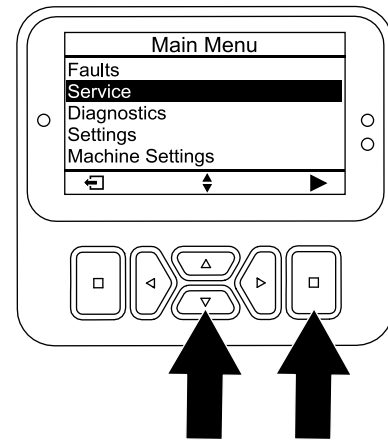

Bild 119
3. Drücken Sie die Taste „nach unten“, bis die Option SERVICE ausgewählt ist, und drücken Sie dann die Auswahl Taste (Bild 119).